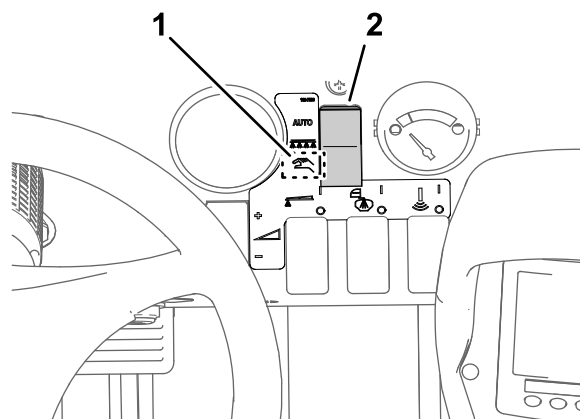

図 46
- 散布モードボタンで「手動」散布モードにセットする図 46。